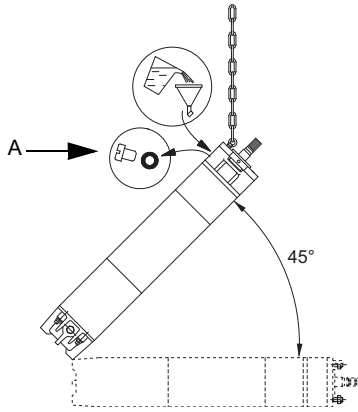

Рис. 4 Положение двигателя при заполнении – MMS
1. Установить электродвигатель под углом  $45^{\circ}$ , так чтобы верхняя часть двигателя была направлена вверх. См. рис. 4.
2. Ослабьте резьбовую пробку (A) и установите воронку в отверстие.